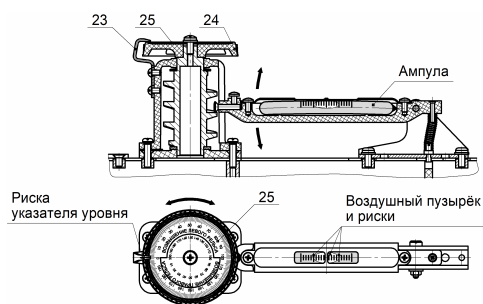

Рисунок 4
7.7 Для измерения возвышения одного рельса над другим необходимо установить шаблон согласно 7.5 и рисунку 3, плавно вращать диск круговой шкалы 24 до установки воздушного пузырька между двумя симметричными большими штрихами ампулы-уровня на устройстве нивелирования 4 (рисунок 4). Убедившись в прекращении колебаний пузырька, снять показания с круговой шкалы 25 и штриха указателя уровня 23.